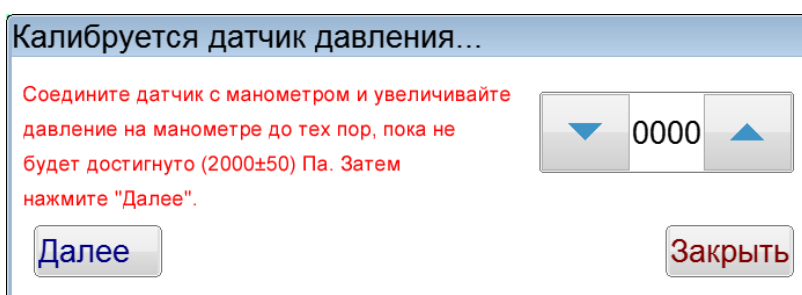

Рисунок 28 – Вторая точка калибровки датчика давления
5.8.7 Нажать кнопку **[Далее]**, включится насос и будет предложено соединить датчик давления с манометром и увеличивать давление в манометре до тех пор, пока не будет достигнуто разрежение (2000 ± 50) Па (рисунок 28). Чтобы увеличивать давление, необходимо нажать и удерживать кнопку **[▲]**. Для уменьшения давления необходимо нажать и удерживать кнопку **[▼]**.